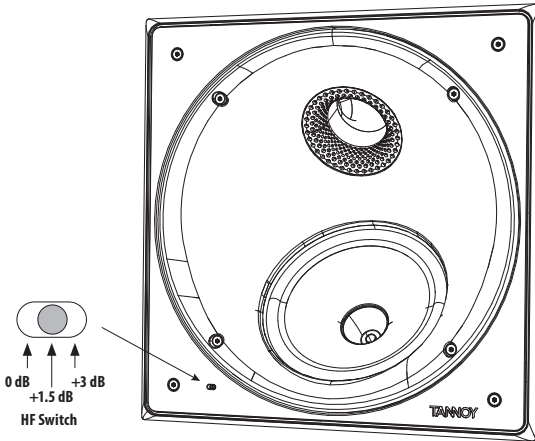

Fig. 10. HF Switch Positions
1. El conmutador HF tiene tres posiciones, siendo 0 dB plano. Ajuste según sea necesario para adaptarse a la posición de la habitación y las condiciones acústicas (Fig. 10.).